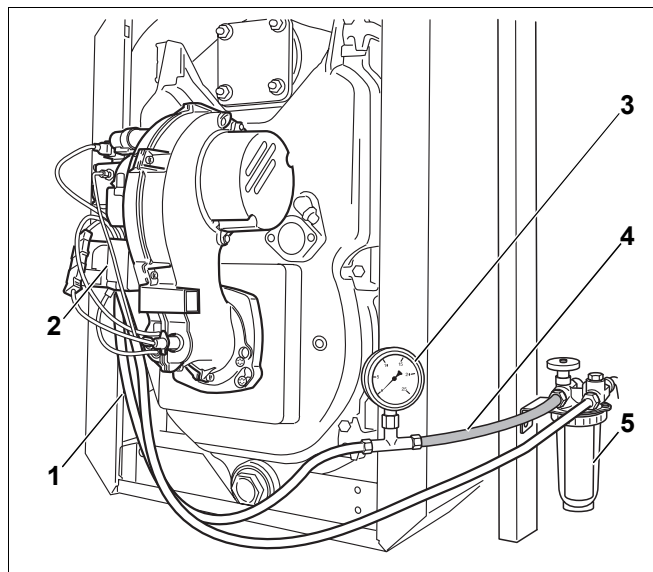

Рис. 14 Топливный фильтр, вакуумметр и прозрачный трубопровод
- Установить вакуумметр (рис. 14, поз. 3) с прозрачным шлангом (рис. 14, поз. 4; дополнительная комплектация), как показано на рисунке 14, между топливным фильтром (рис. 14, поз. 5) и всасывающим топливопроводом (рис. 14, поз. 1).
- Снять автомат горения дизельного топлива (рис. 14, поз. 2) с цоколя.
- Контролируйте отсутствие пузырьков воздуха во всасываемом топливе, идущем по прозрачному шлангу (рис. 14, поз. 4).
- Перекрыть запорный кран на топливном фильтре (рис. 14, поз. 5, стр. 21) и снять прозрачный шланг (рис. 14, поз. 4, стр. 21) с вакуумметром (рис. 14, поз. 3, стр. 21).
- Присоединить всасывающий трубопровод (рис. 14, поз. 1, стр. 21) к штуцеру на топливном фильтре (рис. 14, поз. 5, стр. 21).
- Открыть запорный кран на топливном фильтре (рис. 14, поз. 5, стр. 21).